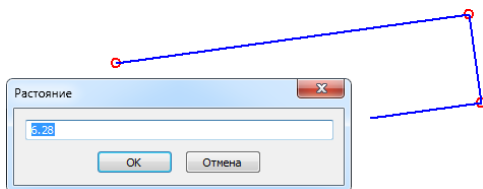

рис. 68
3) Далее по выбранному пользователем направлению Программа будет запрашивать расстояние, которое надо отложить от предыдущей точки (рис. 68).